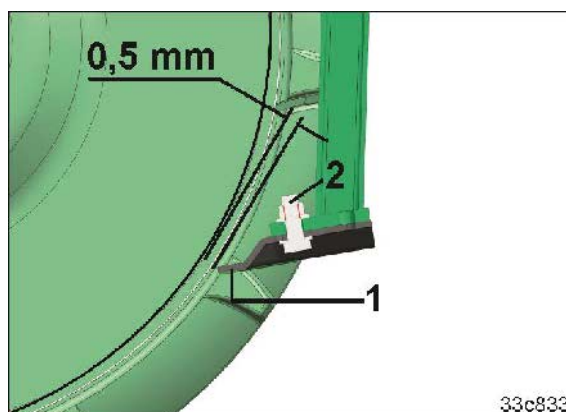

Fig. 125
4. Løsn skruen (Fig. 125/2).
5. Skru afstrygeren (Fig. 125/1) på med en afstand på 0,5 mm til Valserøret.